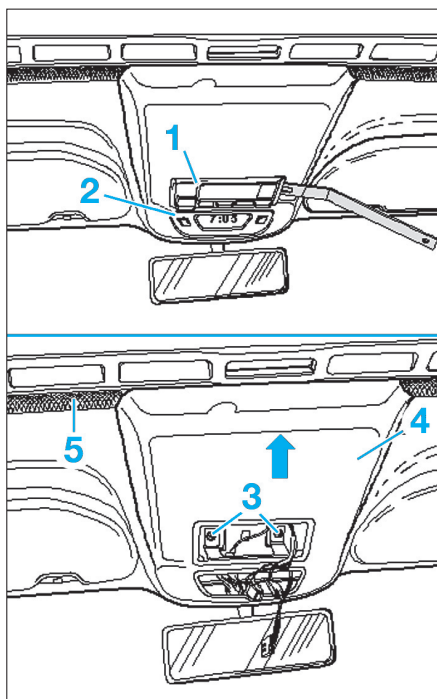
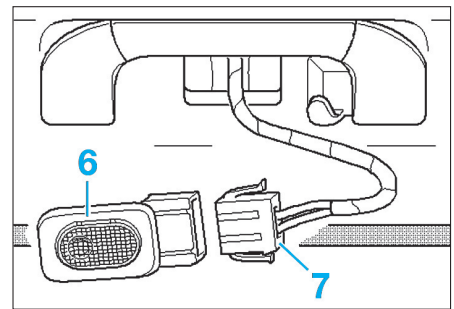

Fig. 25
Fig. 26
- Extraire le plafonnier (1) et la montre (2) en faisant levier, puis débrancher les connecteurs (Fig.25).
- Dévisser les vis à empreinte cruciforme (3) et abaisser le cache (4) et le dégager du flasque de carrosserie dans le sens de la flèche.
- Extraire le jonc de bordure (5) de la baie du ciel prémoulé.
- Dégager les lampes de lecture (6) en faisant levier à l'aide d'un tournevis et débrancher le connecteurs (7) (Fig.26).